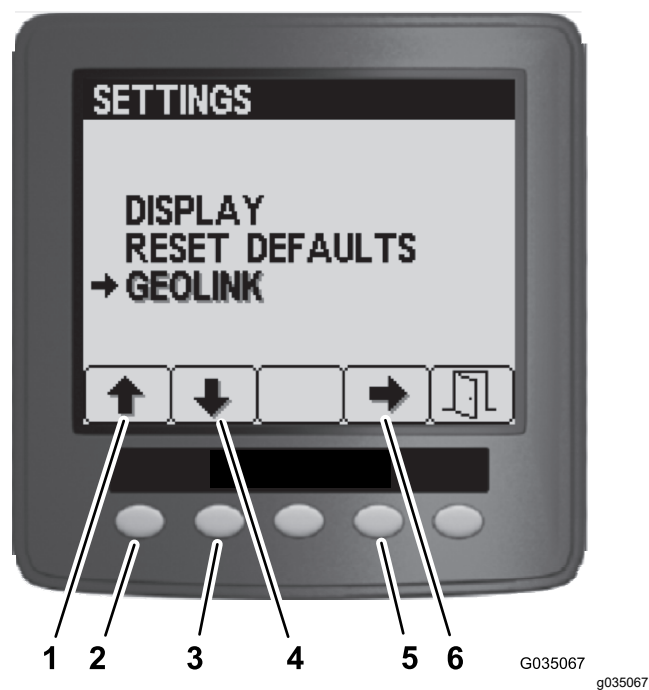

Рисунок 190
4. В меню Settings (Настройки) с помощью кнопок 1 или 2 перейдите к пункту GeoLink, затем нажмите кнопку 4, чтобы выбрать меню GeoLink (Рисунок 190).